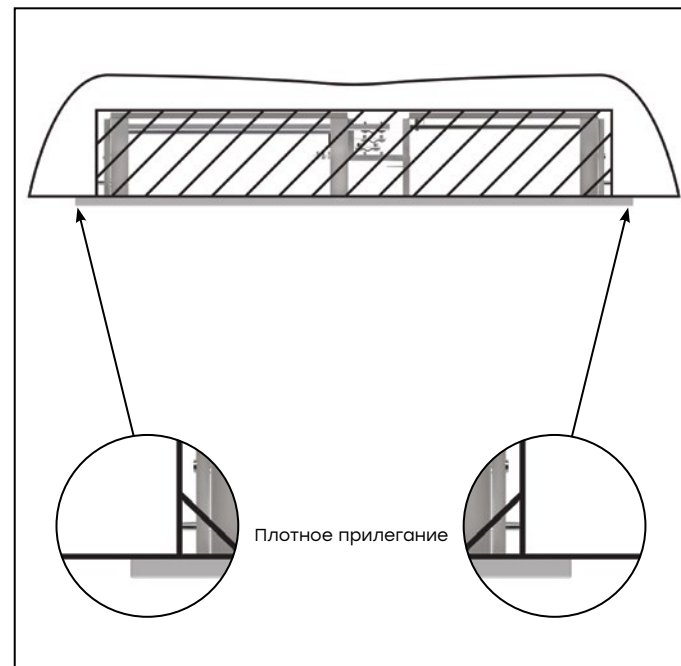

Рис. 6
2.1. Корпус щита этажного вставьте в нишу жилого здания. Края отбортовки фасадной рамки корпуса должны плотно прилегать к стене (рис. 6).